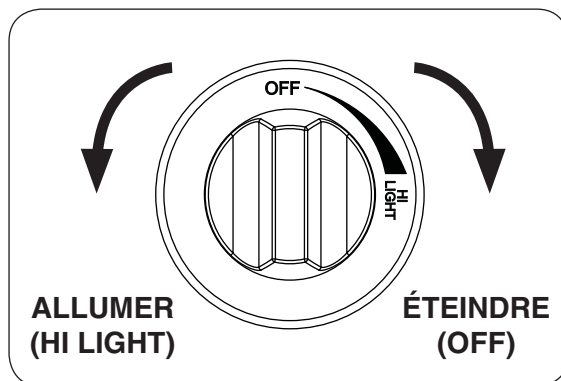

Fig. 38-2
4. **Une fois que le match est en feu et en position**, appuyer sur le bouton de contrôle du gaz et tournez dans le sens antihoraire à la position de **HI LIGHT (allumer)** (voir Fig. 38-2). Votre brûleur devrait s'allumer.
Pour éteindre le brûleur à gaz, appuyer sur le bouton de contrôle du gaz et tournez dans le sens horaire à la position **OFF (éteindre)** (voir Fig. 38-2). Assurez-vous que le bouton de commande est tourné complètement hors tension pour éviter toute fuite de gaz.